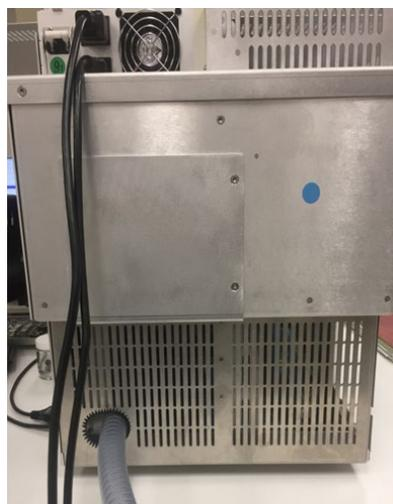

Abbildung 41: Rückseite des Geräts
HINWEIS – Achten Sie darauf, den Vorpumpenschlauch von der Rückseite des MS-Geräts kommend am Einlassanschluss der Vorpumpe zu befestigen (siehe Abbildung 41).
- 5) Das Netzkabel der Pumpe sollte direkt auf der Rückseite des MS-Geräts eingesteckt werden (siehe Abbildung 41).